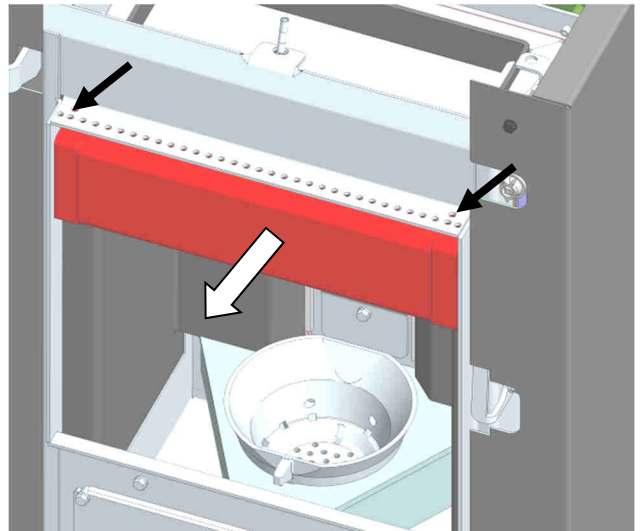

Abb. 75: Demontage Spoiler
2. Die beiden Schrauben des Spoilers heraus-schrauben (Abb. 75 schwarze Pfeile) und Spoiler herausnehmen.